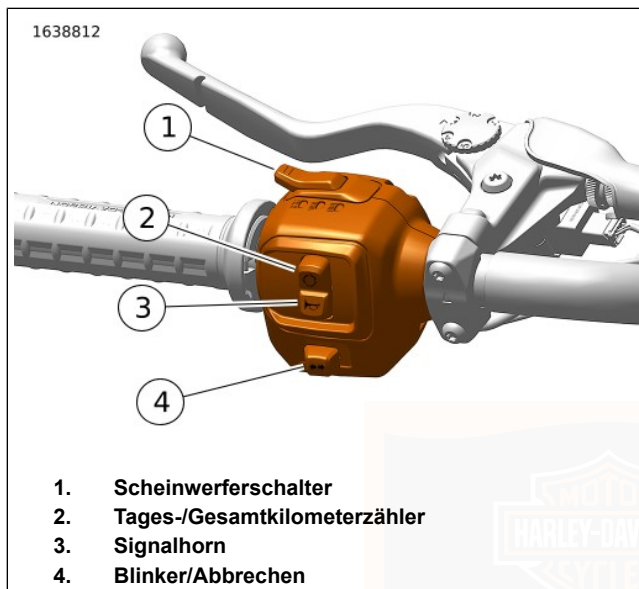

Abbildung 41. LHCM (ohne Infotainment)
- **Lichthupe:** Siehe Abbildung 41 . Wenn der Scheinwerferschalter (1) auf Abblendlichtposition steht, den Schalter herunterdrücken und loslassen, um die Lichthupe zu betätigen, bevor ein Fahrzeug überholt wird. Die Fernlichtanzeige am IM leuchtet, solange die Lichthupentaste betätigt wird. Im Nebenverbrauchermodus den Lichthupenschalter betätigen, um den Scheinwerfer einzuschalten.
- **Abblendlicht:** Siehe Abbildung 41 . Den Scheinwerferschalter (1) von der Fernlichtposition aus nach unten drücken, um das Abblendlicht einzuschalten.
- **Fernlicht:** Siehe Abbildung 41 . Den Scheinwerferschalter (1) nach oben drücken, um das Fernlicht einzuschalten. Das Aufleuchten der blauen Kontrollleuchte für Scheinwerfer-Fernlicht zeigt an, dass das Fernlicht betätigt ist.
Siehe Abbildung 41 . Durch die Tageskilometerzählertaste (2) wird der Tageskilometerzähler aktiviert. Die Tageskilometerzählertaste wird auch zum Scrollen durch die optionalen Bildschirme der Kilometerzähleranzeige verwendet. Bei ausgeschalteter Zündung kann über die
- **Linker Blinker:** Siehe Abbildung 41 . Den Blinkerschalter (4) nach links drücken, um den linken Blinker zu aktivieren.
- **Rechter Blinker:** Siehe Abbildung 41 . Den Blinkerschalter (4) nach rechts drücken, um den rechten Blinker zu aktivieren.
- **Abbruch:** Siehe Abbildung 41 . Den Blinkerschalter (4) gerade hereindrücken, um die Blinksignale manuell zu stoppen.
Siehe Abbildung 41 . Das Signalhorn wird über die Signalhorntaste (3) betätigt. Das Signalhorn kann bis zu 10 Sekunden lang ertönen. Wenn die Signalhorntaste länger gedrückt wird, schaltet das Signalhorn automatisch ab.